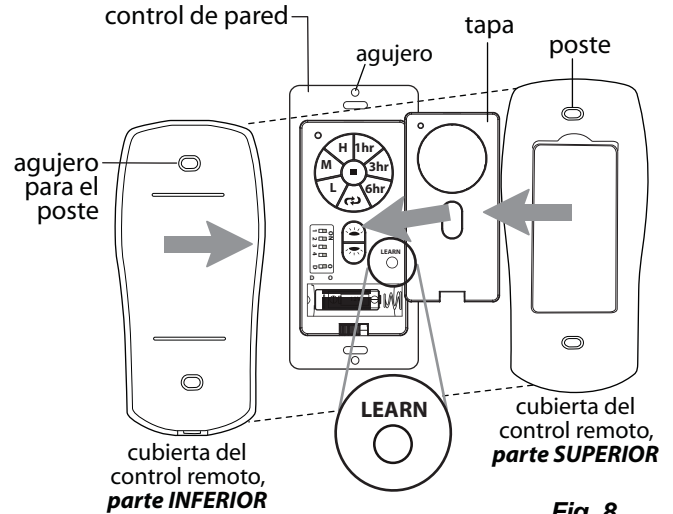

Fig. 8
- Alinear los agujeros en el control de pared con los postes que se encuentran adentro de la parte SUPERIOR de la cubierta del control remoto y apretar fijamente. Con cuidado meter los cables dentro de la parte de atrás del control de pared para que quepan en la cubierta del control remoto. Colocar la parte INFERIOR de la cubierta del control remoto encima del control de pared, alineando los postes en la parte superior de la cubierta del control remoto con los agujeros para los postes en la parte inferior. (Asegurarse de alinear los extremos más angostos de la cubierta del control remoto antes de cerrarla.) Apretar la parte superior e inferior de la cubierta del control remoto hasta que se oiga un "clac" en cada extremo, lo cual indicará que se haya cerrado completamente la cubierta del control remoto. (Ver la Fig. 8)
- Conectar la electricidad de nuevo** y luego, si se instaló el control de pared, poner el interruptor corredero en el control de pared en posición ON (encendido). Dentro de 60 segundos de haber prendido el control de pared, oprimir el botón **LEARN** en el control de pared por 5 segundos o hasta que el ventilador cambie a la velocidad MEDIA. (Ver la Fig. 8)
- Cortar la corriente de nuevo por 5 segundos como mínimo y luego volver a conectar la electricidad.** Dentro de 60 segundos de haber conectado la electricidad, oprimir el botón **LEARN** en el control remoto de mano por 5 segundos para sincronizar el control con el ventilador. (Ver la Fig. 8)
- Fijar la **tapa negra** a la parte delantera del control de pared; apretar la tapa fijamente. (Ver la Fig. 8)